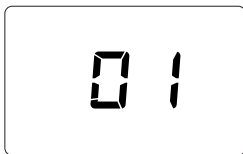

fig. 5 - Accensione / Versione software
- Durante i primi 5 secondi il display visualizza la versione software della scheda (fig. 5).